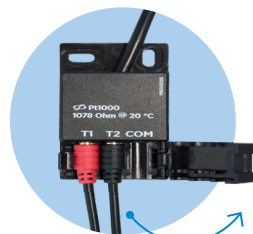

Рис. 6. З'єднувальний блок для датчиків T1 і T2
- Потім підключіть до з'єднувального блоку, що входить до комплекту, відповідно до Рис. 6.